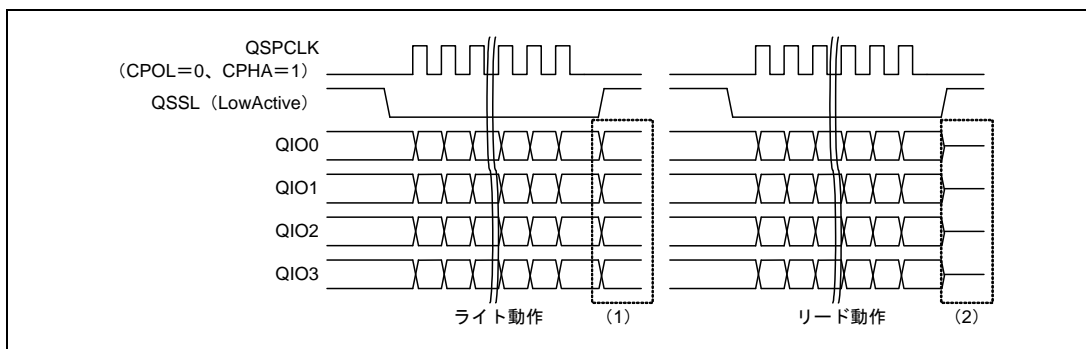

図 18.16 Dual/Quad-SPI モード転送終了後の端子状態 (Quad-SPI の例)
転送終了条件は送受信に関わらず最終サンプリングタイミングに対応する QSPCLK エッジを送出することです。Dual/Quad-SPI モードでのアイドル時の QIO 端子制御はライト後とリード後で異なります。ライト後はレジスタ設定により最終出力データか固定値を出力します。リード後は QIO 端子を Hi-Z にします。Quad-SPI モードを例としたアクセス終了後の端子状態を図 18.16 に示します。図中 (1)、(2) について以下に説明します。